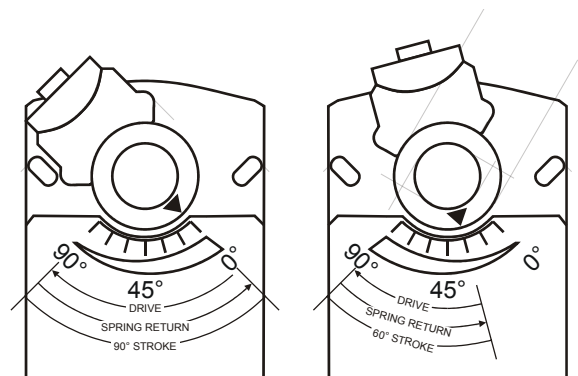

Рис. 5. Сужение диапазона рабочего хода
3. Поверните муфту в желаемое начальное положение, угол которого определяется по шкале. См. Рис. 5.
ПРИМЕР: Установка соединительной муфты в начальное положение приблизительно 35° (как обозначено на корпусе) ограничивает рабочий ход до 60° (см. Рис. 5).